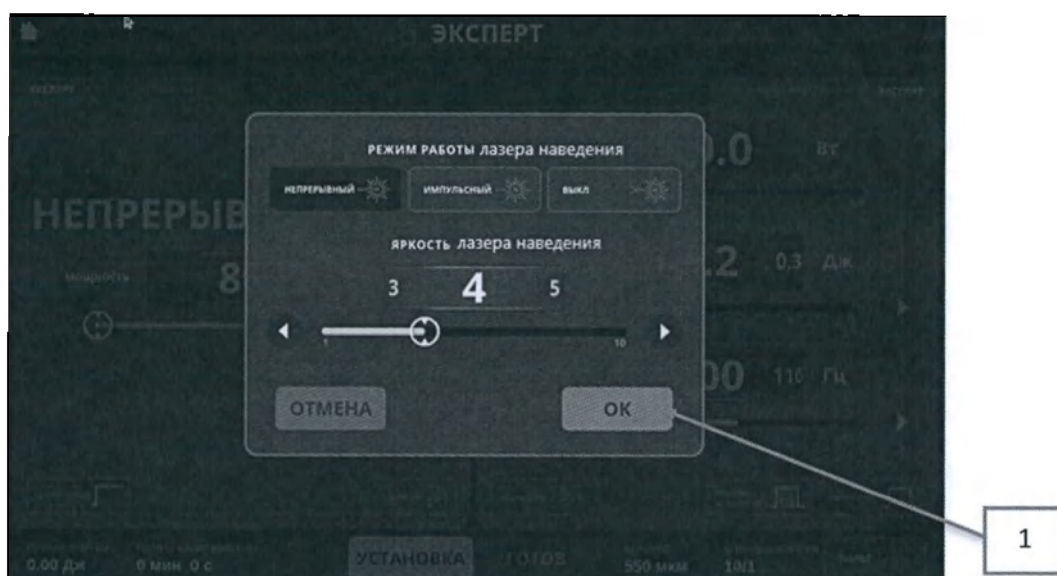

Рис. 22 - Настройка интенсивности излучения лазера наведения
Настройка интенсивности излучения лазера наведения осуществляется во всплывающем окне при нажатии на кнопку (14) (Рис.18). Интенсивность излучения лазера наведения может быть изменена в диапазоне от 1 до 10 с шагом 1, где уровень 1 соответствует минимальной интенсивности (мощности) излучения лазера наведения, 10 – максимальному уровню (уровень 1,2 – мощность до 1 мВт, уровень 3,4 – мощность до 2 мВт, уровень 5,6 – мощность до 3 мВт, уровень 7,8 – мощность до 4 мВт, уровень 9,10 – мощность до 5 мВт) (Рис.22).
Для сохранения настроек лазер наведения нажмите кнопку (1) (Рис.22).